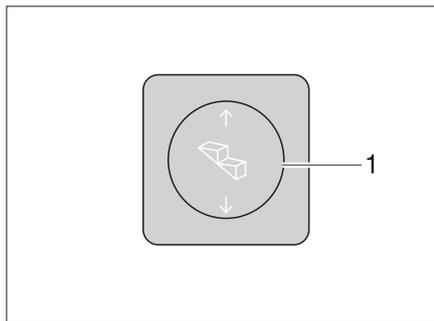

Bild 9 Bedienhalter Eintrittstufe
**Ausfahren:** ■ Wippschalter (Bild 9,1) unten drücken, bis die Eintrittstufe vollständig ausgefahren ist.
**Einfahren:** ■ Wippschalter (Bild 9,1) oben drücken, bis die Eintrittstufe vollständig eingefahren ist.